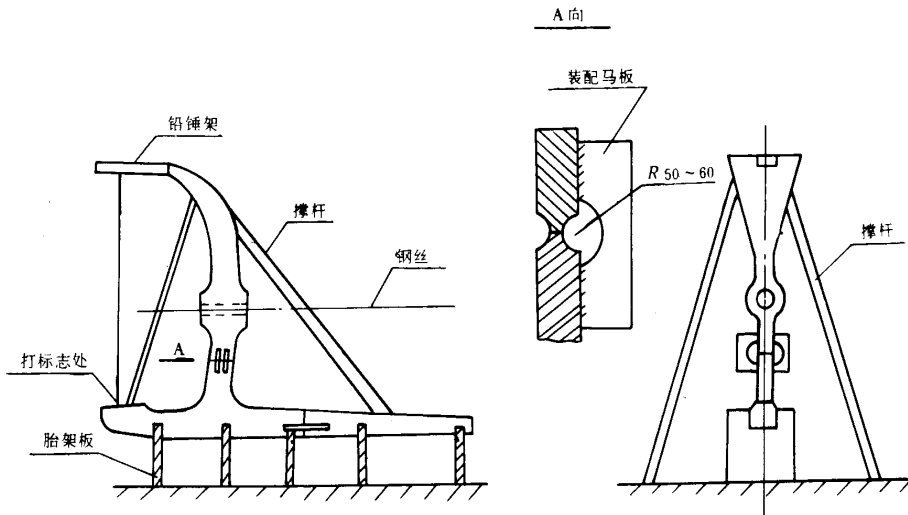

图 4
b. 艏柱竖立后, 放在胎架板上, 左右用撑杆拉牢, 安装铅锤架, 在铅锤点处打上标志, 见图 4。也可用经纬仪或激光经纬仪进行监测。